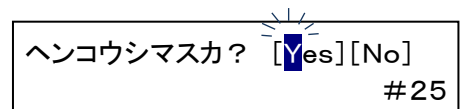

図 9-7 ネットワークアドレス変更確認画面
- ・ カーソルが点滅するので、UP/DOWN スイッチで数字を変更し、ネットワークアドレスを指定します。(図 9-7)
- ・ 変更を確定させるには、カーソルを[Yes]の位置に移動させたあと、メニュースイッチを押します。(図 9-7)